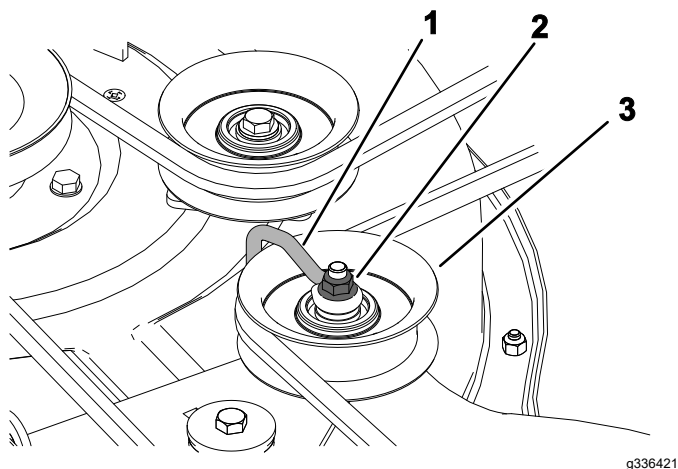

Figura 57
6. Per piatti di taglio pressofuso, allentate il dado che fissa il filo sagomato alla puleggia tendicinghia (Figura 57).
Nota: Posizionate il filo sagomato contro il braccio del tendicinghia come mostrato nella Figura 57.